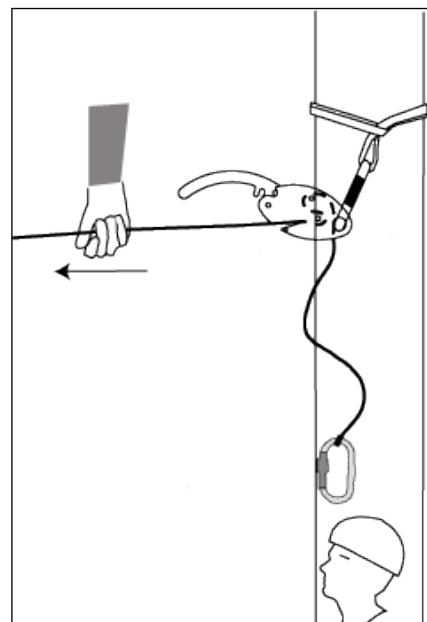

Ilustración 5 Tense la cuerda entre el dispositivo de descenso de Smartline y la persona lesionada.
- 3) Coloque la eslinga de anclaje alrededor de una estructura y en el interior del mosquetón verde que se acopla al dispositivo de descenso. El Smartline se coloca boca abajo como se indica en la ilustración 5.
- 5) Elimine cualquier flojedad en la línea tirando del extremo libre de la línea como se indica en la ilustración 5. Es importante evitar las cargas dinámicas.
Después de tensar todo lo posible la línea entre el anclaje y la persona que va a ser evacuada (ilustración 5), ajuste el equipo de protección contra caídas cargado para que la persona descienda hasta que su peso resida completamente en el Smartline. A continuación, el otro equipo de protección contra caídas se puede extraer y se puede iniciar el descenso.